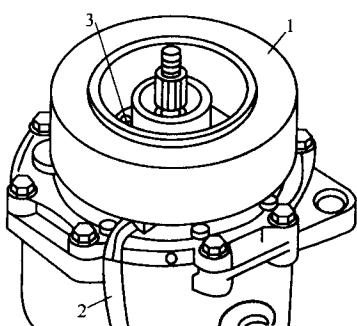

图 2-7 安装电磁线圈
(4) 安装电磁线圈。将电磁线圈安到压缩机上，将卡簧 3 装在凹槽 2 内，如图 2-7 所示。
(5) 检查电磁离合器与多楔带轮间的间隙。规定值为 0.4~0.6mm。
(6) 安装好压缩机后，即可以测量电磁离合器与多楔带轮之间的间隙。若间隙超出标准值，则拆下离合器盘，通过拆下或加装垫片来调整间隙。